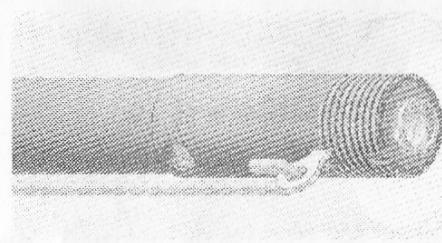

Рис. 14
10. Установив и смазав уплотнение, надеть ресивер (рис. 14).